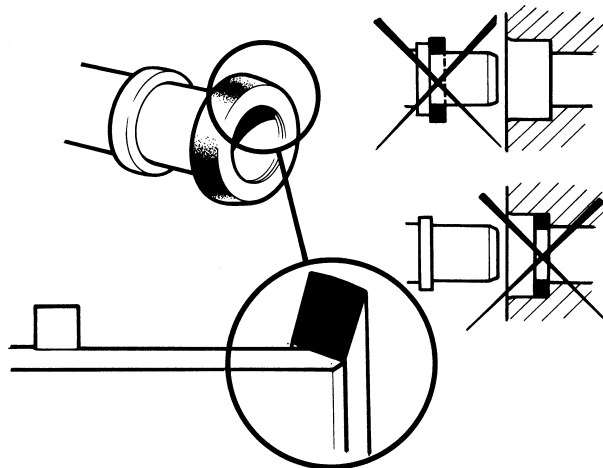

Fig. 36.
3. Tag bort de gamla tätningsringarna för sugröret. Olja in nya tätningsringar och sätt dem ytterst på rörändarna enl. fig. 36.